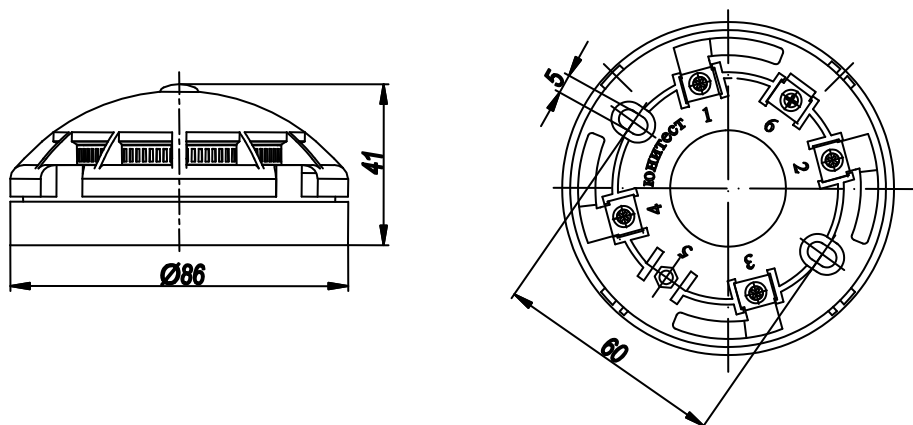
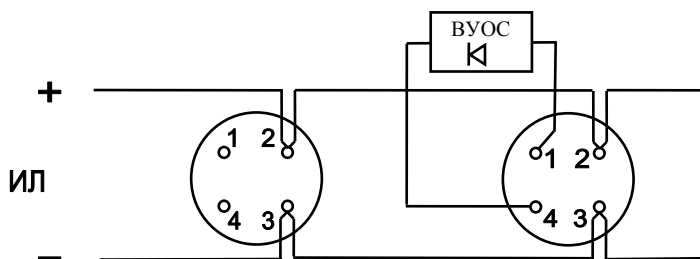

Рис.1. Габаритные и установочные размеры извещателя.
Рис.2. Схемы включения извещателя в информационную линию «Минитроник».
5.2. Установить базы извещателей согласно проекта. Габаритные и установочные размеры извещателя показаны на рис.1, схемы подключения – на рис.2.